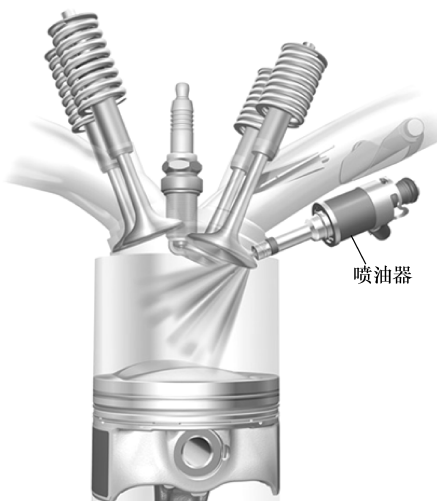

图 1-2 燃油直喷系统结构
2) 燃油直喷技术。如图 1-2 所示, 喷油器安装于气缸内, 直接将燃油喷入气缸内与空气混合, 使油气能够在整个气缸内充分、均匀地混合, 从而使燃油充分燃烧, 能量转化效率更高。